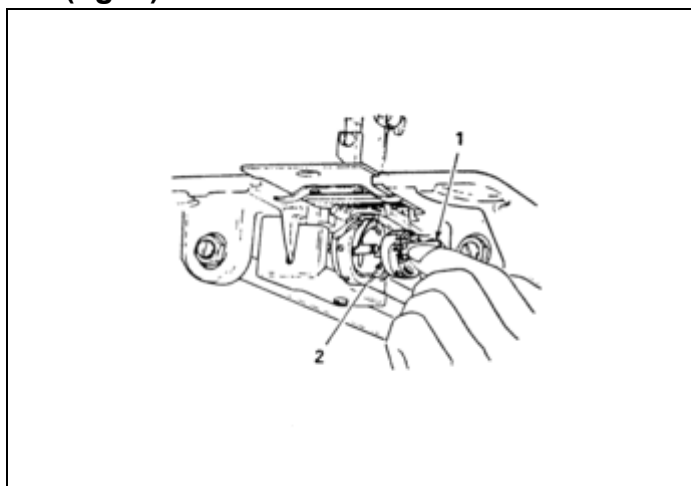

Fig. 4.
7. DESMONTAGEM DA CAIXA DE BOBINA (fig. 4)